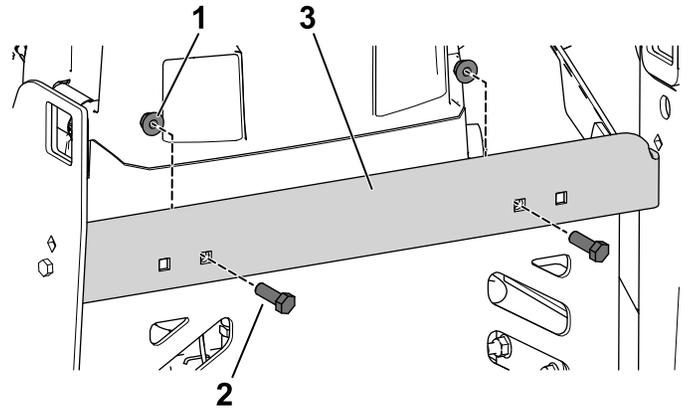

Figure 23
- Fixez le renfort transversal à la protection arrière à l'aide des 2 boulons à tête hexagonale (5/16 x 7/8 po) et écrous à embase (Figure 23).